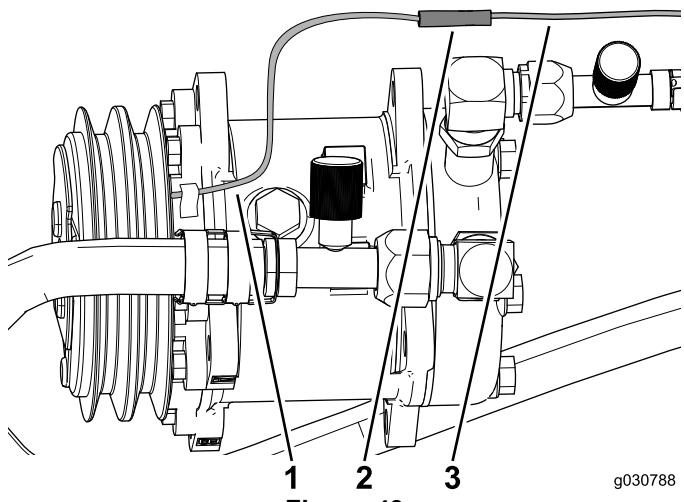

Figura 49
3. Ligue o fio do compressor do ar condicionado ao conector estilo bala na cablagem (Figura 49).